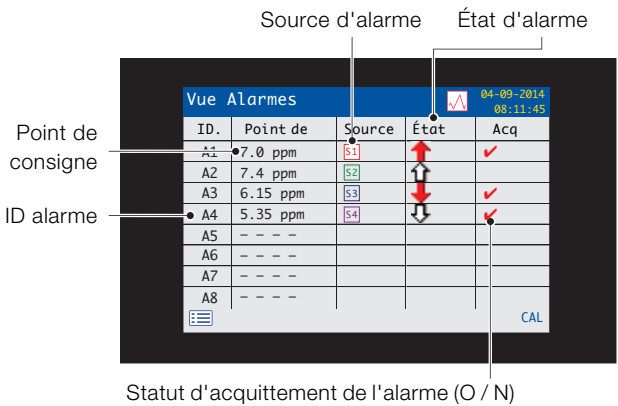

Fig. 8.9 Vue Alarmes
- *Vue Alarmes* – affiche une liste d'alarmes identifiées par leur priorité (numéro d'ordre), leur source et leur statut – voir Fig. 8.9